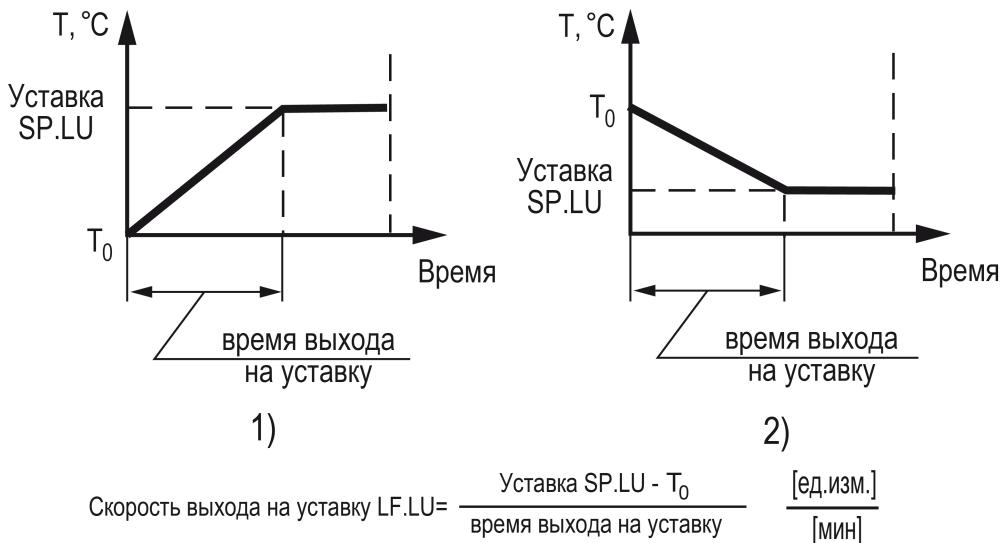

Рисунок 9.60 – Задание скорости выхода на Уставку
- в течение части времени функционирования – до достижения Значения уставки, далее осуществляется поддержание достигнутого значения Уставки (см. рисунок 9.60).